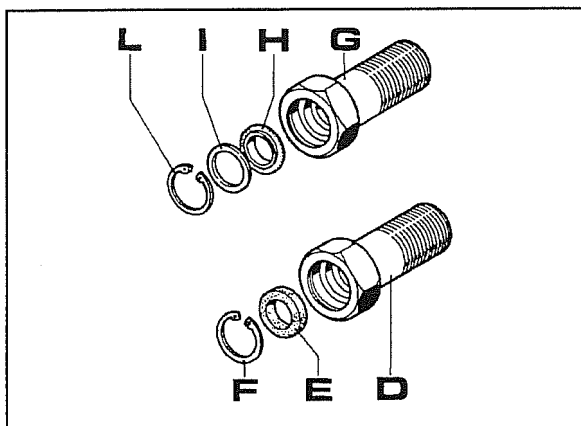

Fig. 5
6. Se o anel de retenção **H** é de tipo Combi como ilustrado na fig.5, substituir o anel por outro novo. Se pelo contrário é um anel pára-óleo tradicional **E** como ilustrado na fig. 5 é necessário melhorar a retenção substituindo os particulares **D-E-F** pelos os particulares **G-H-I-L**.